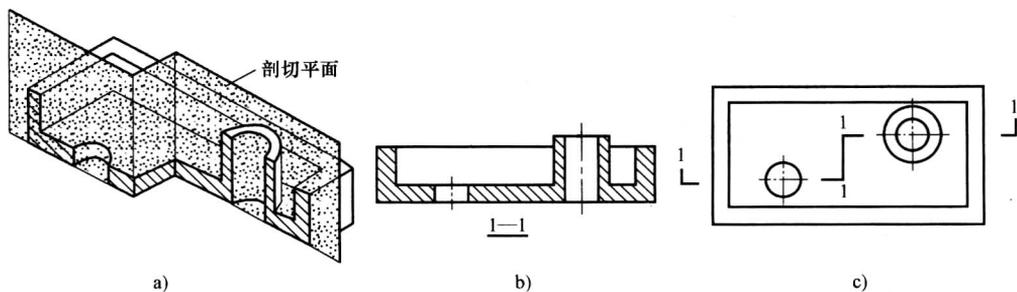

图 1-16 阶梯剖面图
(2) 阶梯剖面图 用两个相互平行的剖切平面将物体剖切后画出的剖面图称为阶梯剖面图，如图 1-16 所示。